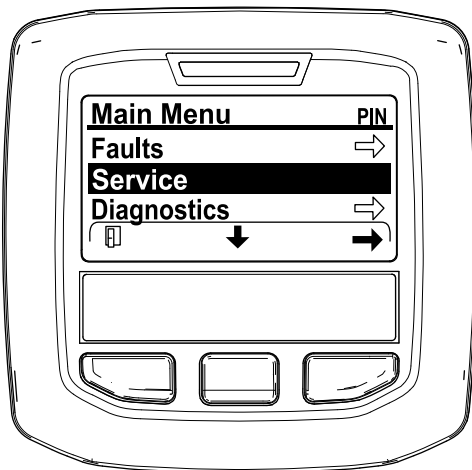

Bild 41
2. Navigieren Sie auf das HAUPTMENÜ, drücken Sie die mittlere Taste, um auf das Menü SERVICE zu navigieren; drücken Sie die rechte Taste, um die Option SERVICE auszuwählen (Bild 41).